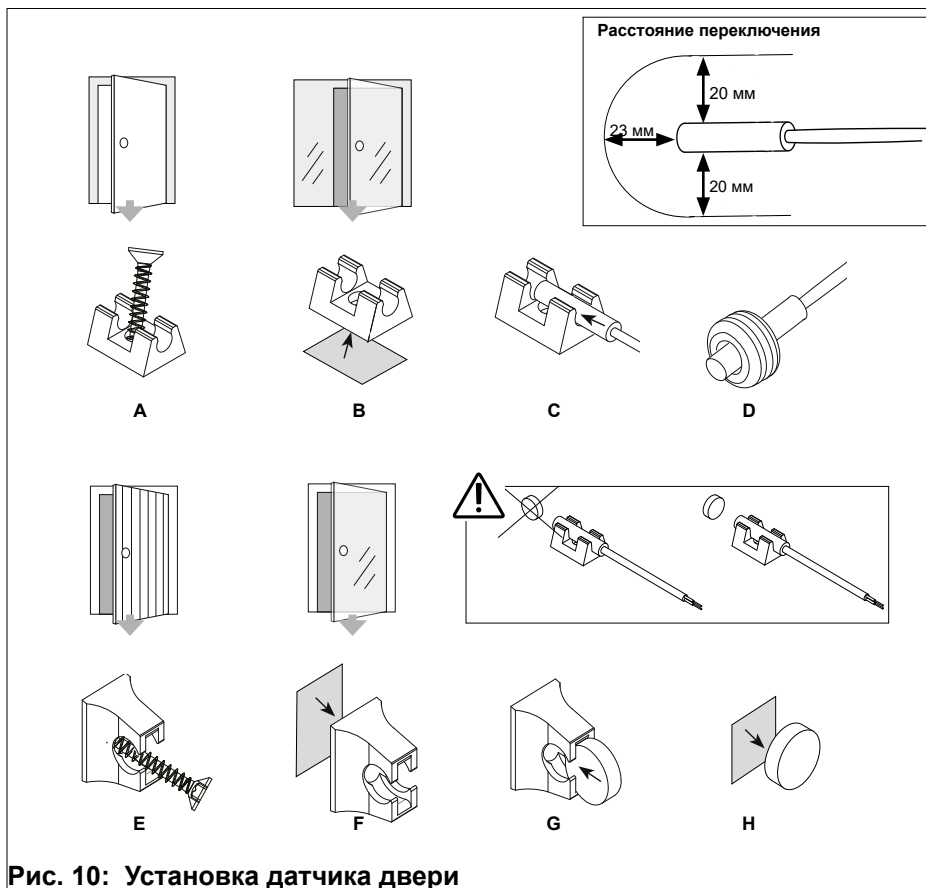

Рис. 10: Установка датчика двери
- Закрепите держатель термостата на дверной раме с помощью шурупа (Рис. 10А) или двухсторонней клейкой ленты (Рис. 10В).
- Установите термостат в держатель (Рис. 10С).
- Прикрепите держатель магнита к двери с помощью шурупа (Рис. 10Е) или двухсторонней клейкой ленты (Рис. 10F).